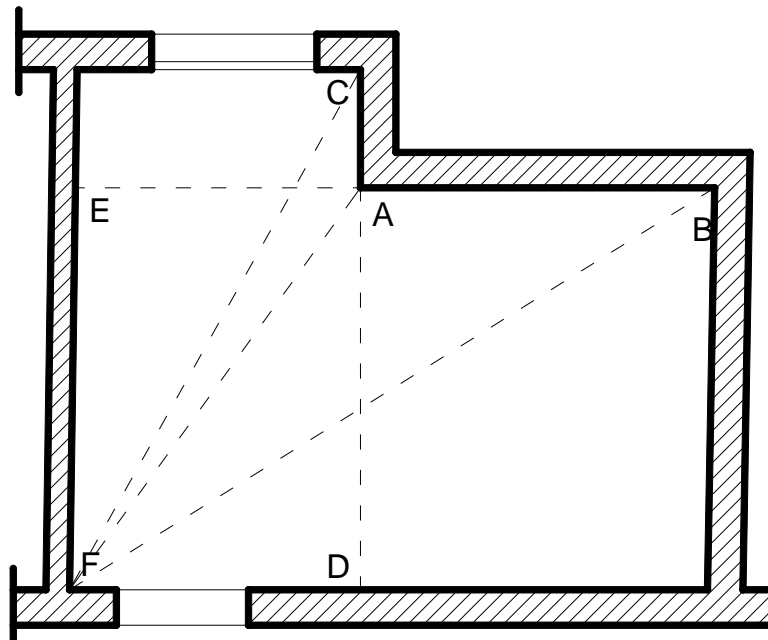

Figure 22: le relevé d'un décrochement
c) Mur formant de décrochement : (fig.22)